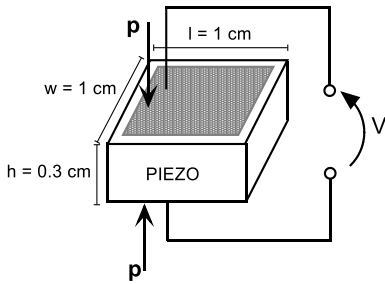

Figura 1
Si vuole progettare un sistema di misura per monitorare la pressione carotidea che ha componenti frequenziali tra 0.05 Hz e 150 Hz e assume valori tipici nell'intervallo 60-180 mmHg. A tale scopo, l'elemento piezoelettrico di Figura 1 viene utilizzato come sensore di pressione p , dove $p = F/(wl)$.
2) Disegnare l'analogo elettrico del sensore piezoelettrico di Figura 1 e calcolare il valore della sensibilità del sensore $K_o = K_q / C_s$ (in mV/mmHg).